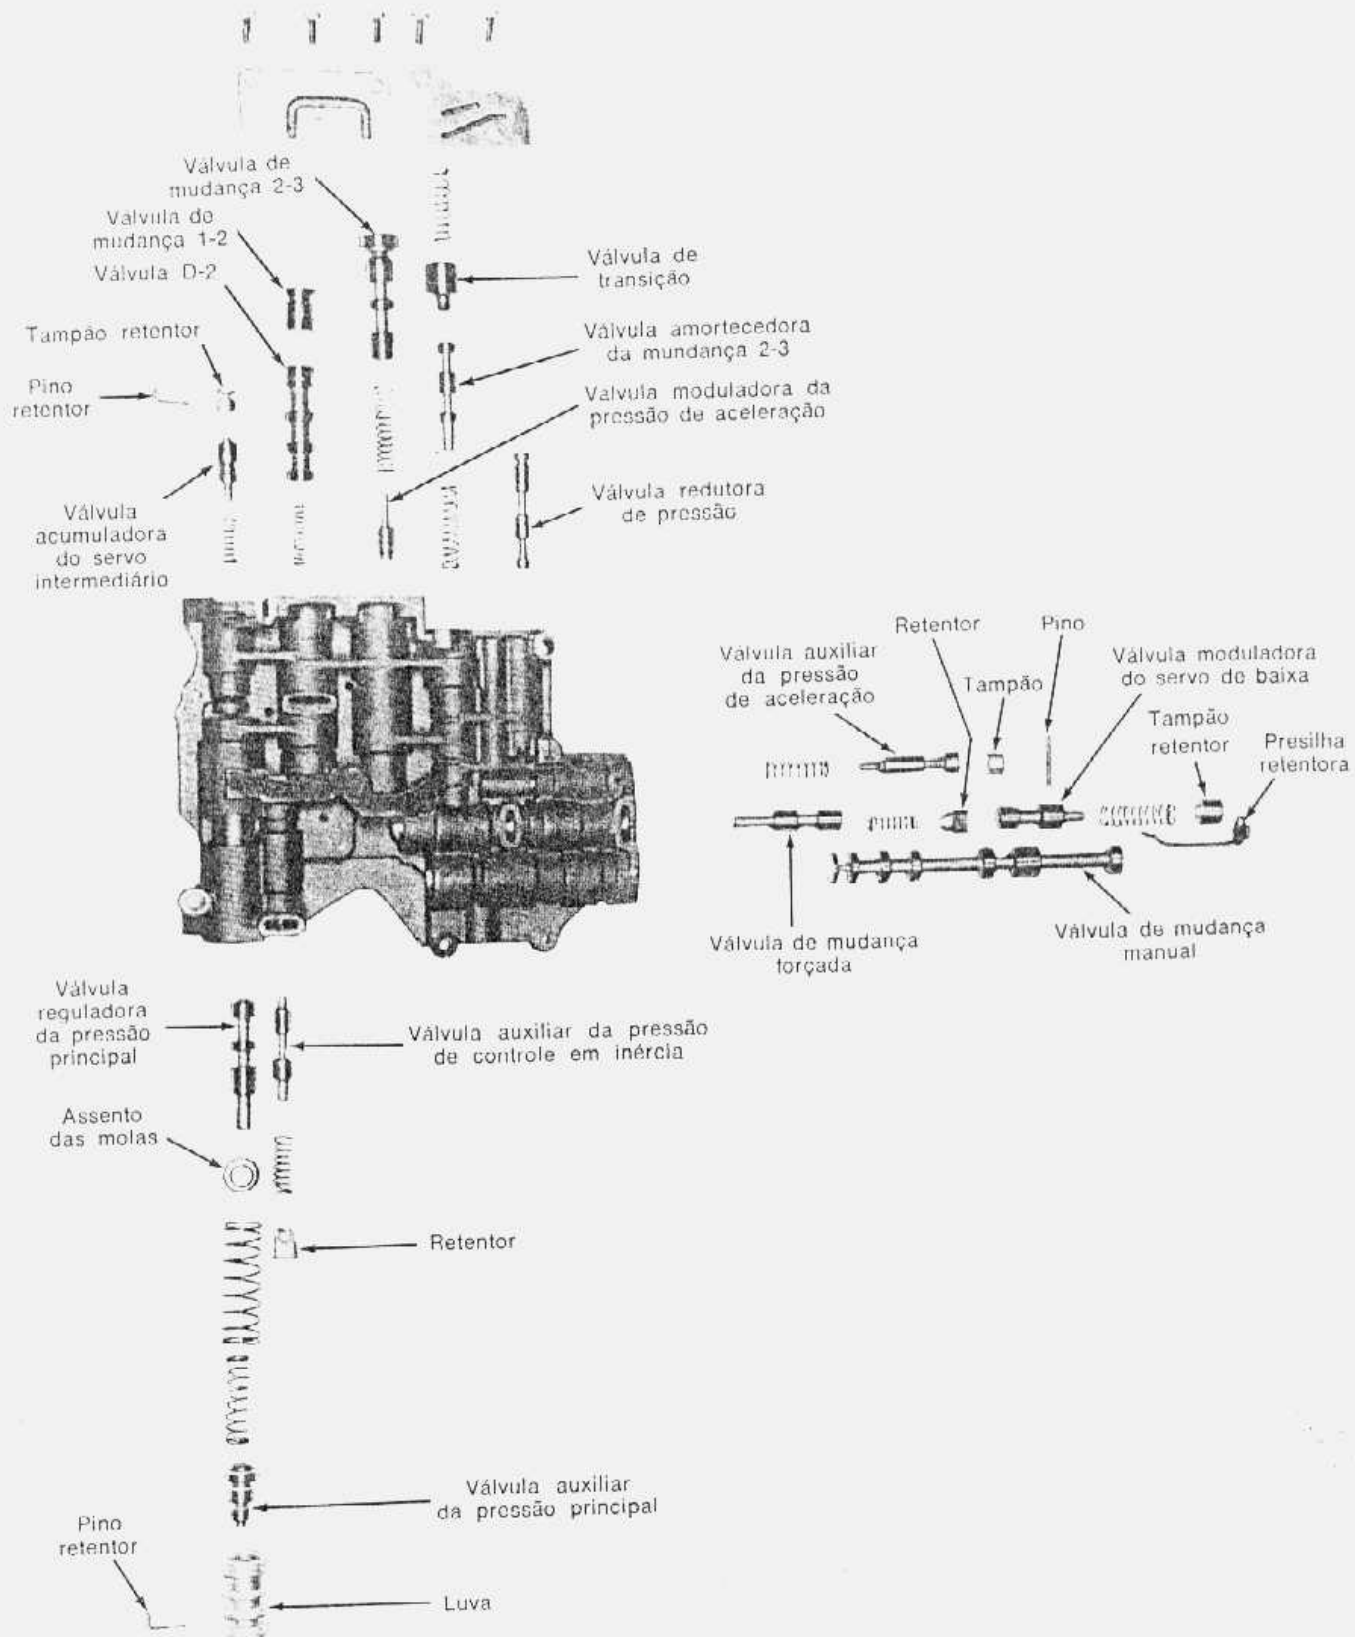

fig. 66 — parte superior do corpo de válvulas desmontado
dora do servo de baixa, remover a presilha retentora da válvula e, em seguida, retirar o tampão, mola e válvula moduladora, do corpo de válvulas. Trabalhando pelo orifício de alojamento da válvula moduladora, empurrar para fora do corpo de válvulas, o retentor da mola da válvula de mudança forçada e, em seguida, remover a mola e a válvula de mudança forçada (fig. 66).
6. Remover a placa de retenção da válvula de transição da mudança 1-2 e da válvula redutora de pressão (fig. 66).
7. Introduzir a válvula de mudança forçada (fig. 66) em seu alojamento no corpo de válvulas com o diâmetro menor voltado para o interior do corpo de válvulas. Instalar a mola da válvula de mudança forçada e seu retentor. Introduzir a válvula moduladora do servo de baixa, a mola e o tampão retentor, no corpo de válvulas. Comprimir o tampão e instalar a presilha retentora (fig. 66).
8. Colocar a mola da válvula auxiliar da pressão de aceleração, a válvula (com o diâmetro menor introduzido na mola) e o tampão no corpo de válvulas (fig. 66). Comprimir o tampão e instalar o pino de retenção. Na instalação do pino, certificar-se de que a extremidade do pino que possui três rasgos esteja voltada para cima.
15. Colocar a mola, a válvula acumuladora do servo intermediário e o tampão retentor, no corpo de válvulas. Comprimir o tampão retentor e instalar o pino de retenção (fig. 66).
17. Instalar a válvula de controle da pressão principal e o assento da mola, no corpo de válvulas (fig. 66). Instalar as duas molas, a luva e a válvula auxiliar da pressão principal, no corpo de válvulas.